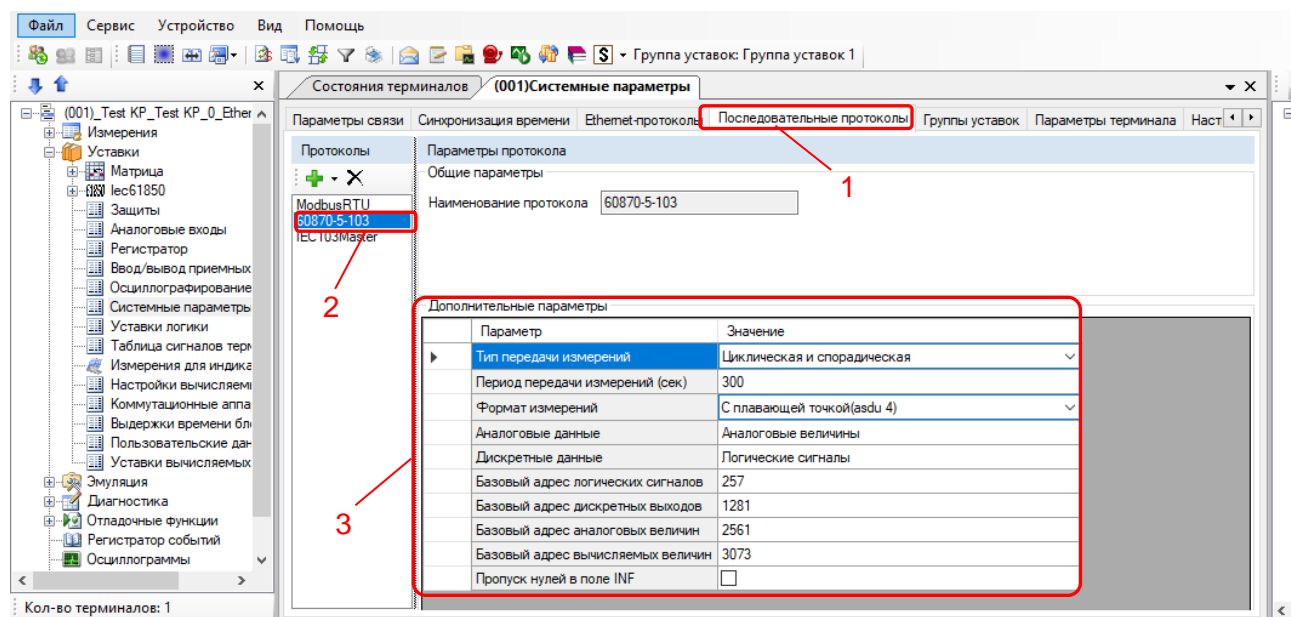

Рисунок 2 – Настройка протокола передачи данных МЭК 60870-5-103
2.2.3 Выбрать вкладку **Последовательные протоколы** (см. рисунок 2, поз. 1).
2.2.4 В поле **Протоколы** выбрать протокол МЭК 60870-5-103: **60870-5-103** (см. рисунок 2, поз. 2).